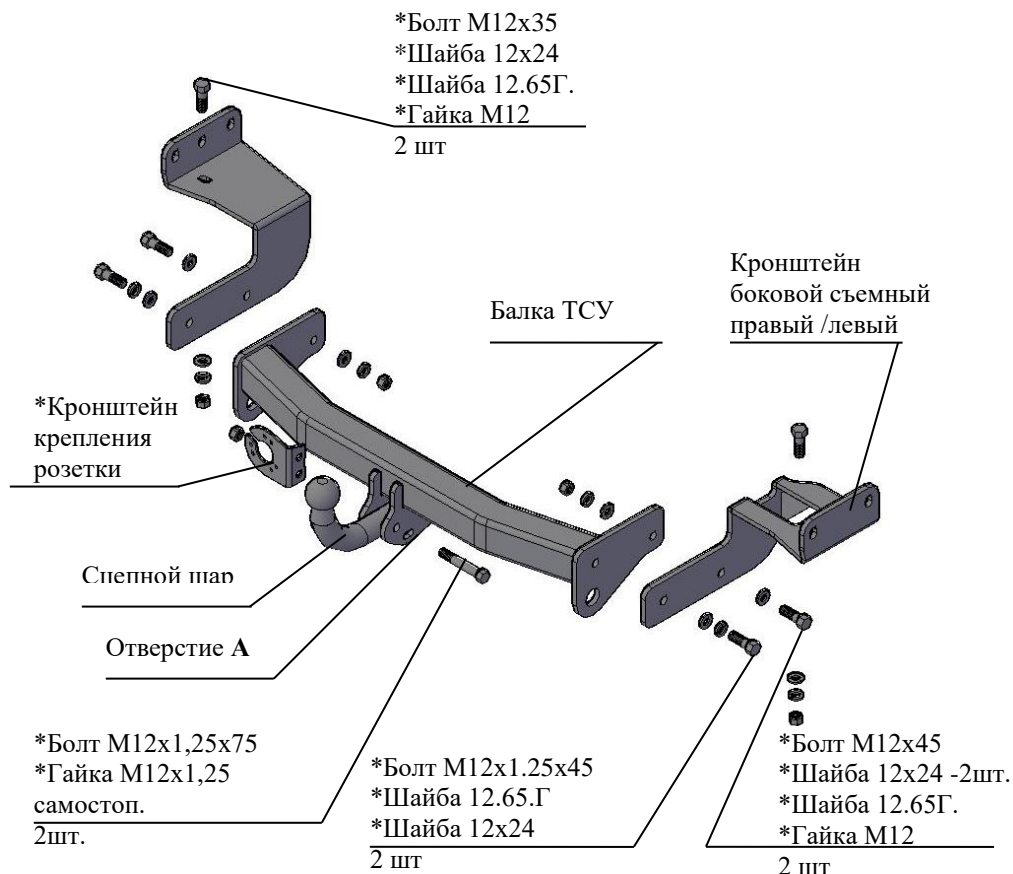

Рис.1 Тягово-сцепное устройство 7151
2.1 ТСУ 7151 в сборе (рис.1)	1 шт.
2.2 Пакет с комплектующими (см. рис.1)	1 шт.
4.2 Закрепить съемные боковые кронштейны ТСУ (правый и левый соответственно рисунку 1) к наружным полкам лонжеронов а/м болтами и гайками штатного крепежа, подложив под гайки шайбы штатные гроверные и **шайбы 12х37 (на рис.1 условно не показаны)**, к нижним полкам лонжеронов - болтами М12х35 и гайками М12, подложив под гайки шайбы М12.65Г и шайбы 12х24 . Крепеж не затягивать.